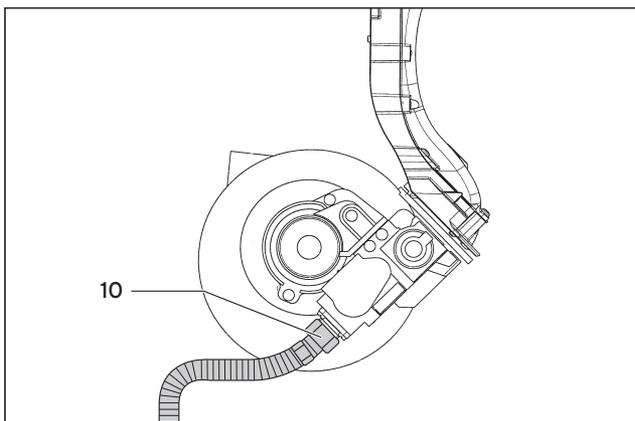

Abb. 7.4 Gasanschluss anschließen
- Schließen Sie die Gaszuleitung (10) mit einer neuen Dichtung (ET-Nr. 98-0012) an die Gasarmatur an (Abb. 7.4). Verwenden Sie dabei die Schlüsselfläche an der flexiblen Gasleitung zum Gegenhalten.
- Schliessen Sie die beiden Stecker der Zünd- und Erdleitung an die Zündelektrode (6) an.
- Stecken Sie die Kabel (9) am Gebläsemotor und das Kabel (8) an der Gasarmatur an.
Überprüfen Sie die Gasdichtheit am Gasanschluss (10) mit Lecksuchspray (Abb. 7.4).